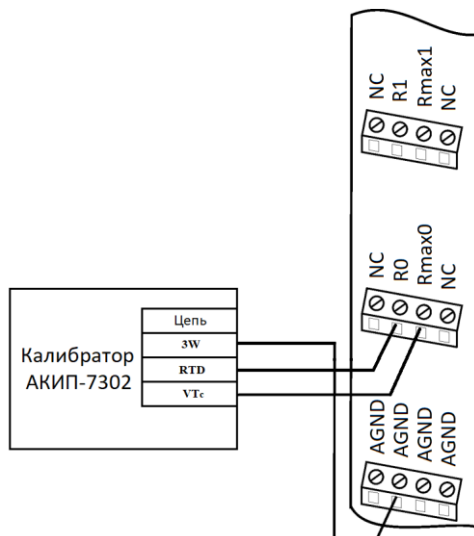

Рис. 5.6. Подключение калибратора к модулю NT-2P-2AO
- подключить калибратор к калибруемому каналу модуля (рис. 5.6);